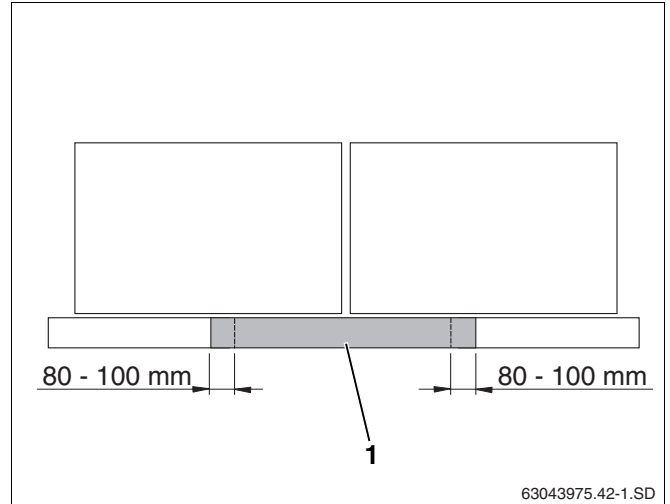

Fig. 46 Colocación de las chapas protectoras centrales para colectores horizontales
En caso de los colectores horizontales, para dos colectores son ya necesarias chapas protectoras para la parte inferior central (fig. 46, **pos. 1**). Éstas deben solapar una distancia de 80–100 mm.